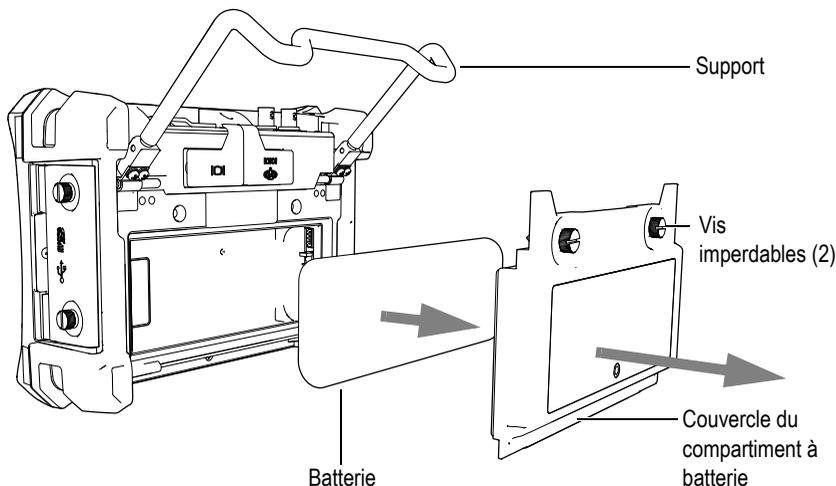

Figure 1-7 Retrait de la batterie Li-ion
2. Sur le panneau arrière de l'appareil, dévissez les vis imperdables qui retiennent le couvercle du compartiment à batterie (voir la Figure 1-7 à la page 23).
3. Enlevez le couvercle du compartiment à batterie (voir la Figure 1-7 à la page 23).
6. Remplacez le couvercle du compartiment à batterie sur le panneau arrière de l'appareil, et puis serrez les deux vis imperdables (voir la Figure 1-7 à la page 23).